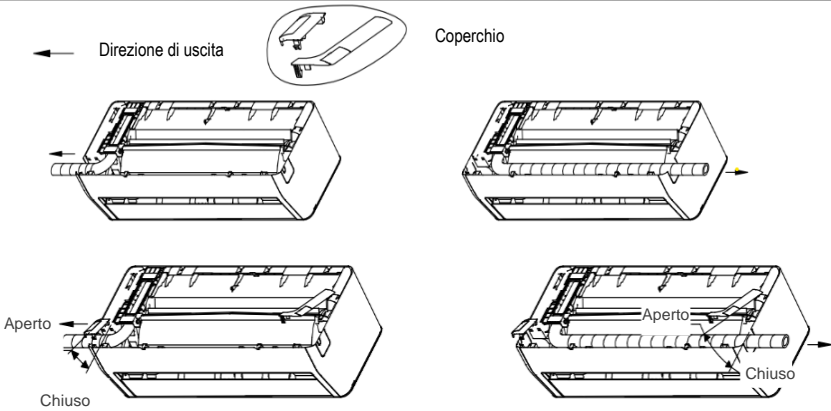

Figura 15
- Posizionare i coperchi in dotazione in base alla posizione scelta delle tubazioni (Figura 15).